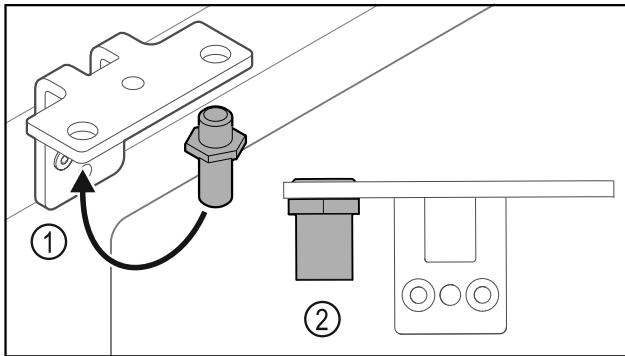

Fig. 35
- Aseta saranakulman pultti Fig. 35 (1) toiseen paikkaan.
- Kiristä pultti Fig. 35 (2) **vääntömomentilla 12 Nm**.